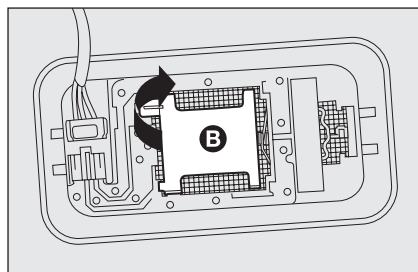

fig. 41
□ abra la tapa **B-fig. 41** como indicado;